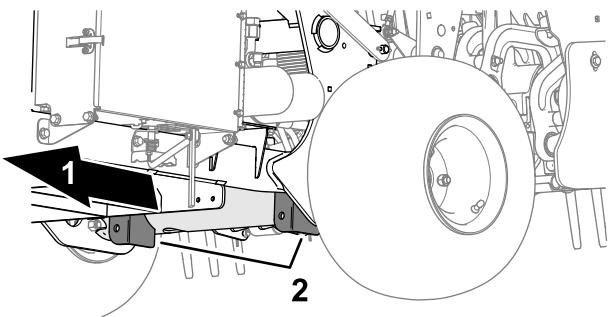

Рисунок 139
3. Надежно разместите домкрат под плитой рамы сразу за задним колесом (Рисунок 139).